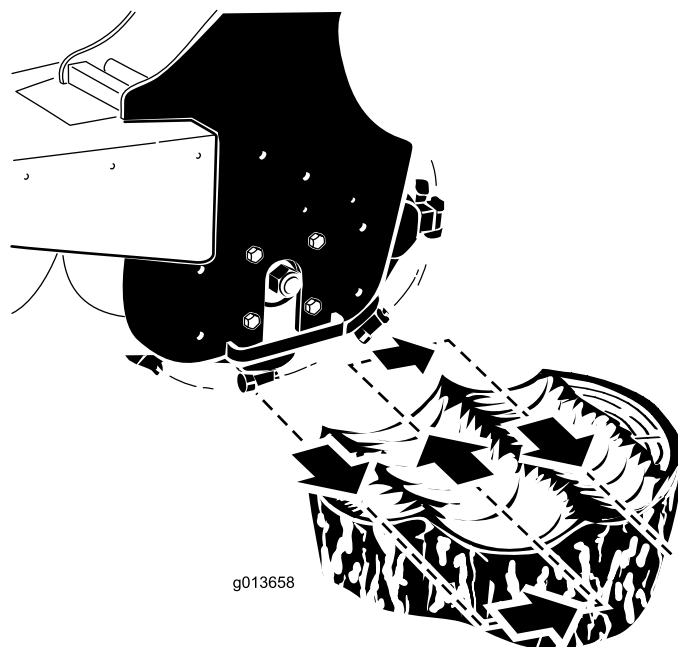

Figura 12
4. Posizionate il trinciaceppi a sinistra dietro il ceppo (Figura 12).
5. Fate oscillare il trinciaceppi verso di voi con la leva d'inclinazione dell'accessorio, trinciando a una profondità compresa tra 0,5 e 5 cm, a seconda della durezza del legno (Figura 12).
6. Fate oscillare il trinciaceppi riportandolo nella posizione iniziale (Figura 12), abbassatelo di un'altezza compresa tra 0,5 e 5 cm e ripetete i passaggi da 4 a 6 fino a quando non avete trinciato alcuni centimetri di ceppo.
8. Spostate il trinciaceppi a destra (Figura 12).